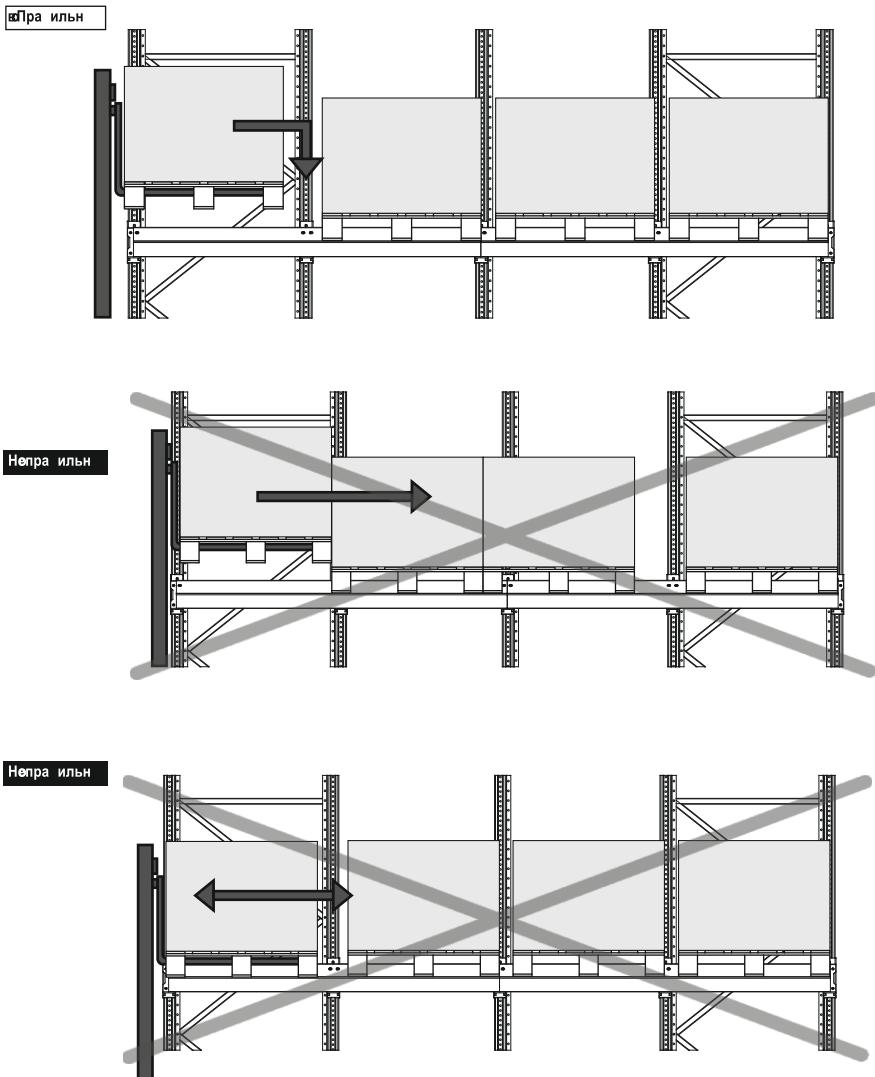

Рисунок 11 - Перемещение грузовой единицы на ложементах
- Не допускается толкать грузовые единицы грузоподъемной техникой (рис. 11);
- Не допускается волочение грузовой единицы по ложементам стеллажа (рис. 11);